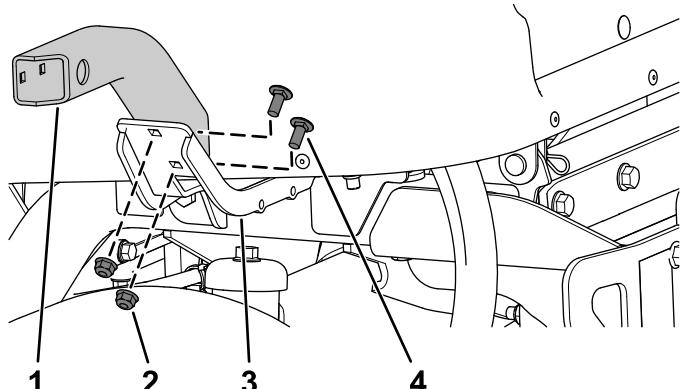

Figure 23
- Fixez le support court gauche et le support court ou long droit aux supports gauche et droit à l'aide de 4 boulons de carrosserie ($\frac{5}{16}$ " x $\frac{3}{4}$ ") et 4 écrous à embase ($\frac{5}{16}$ "), comme montré à la Figure 23.